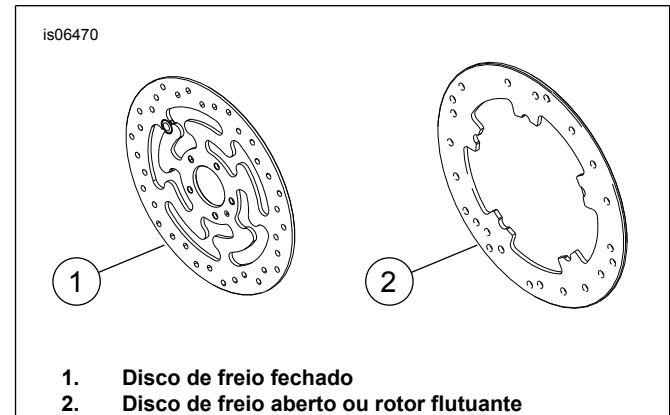

Figura 1. Estilos do disco do freio dianteiro
- Parafusos do disco do freio (Veja a figura 1. e Consulte a Tabela 1.)